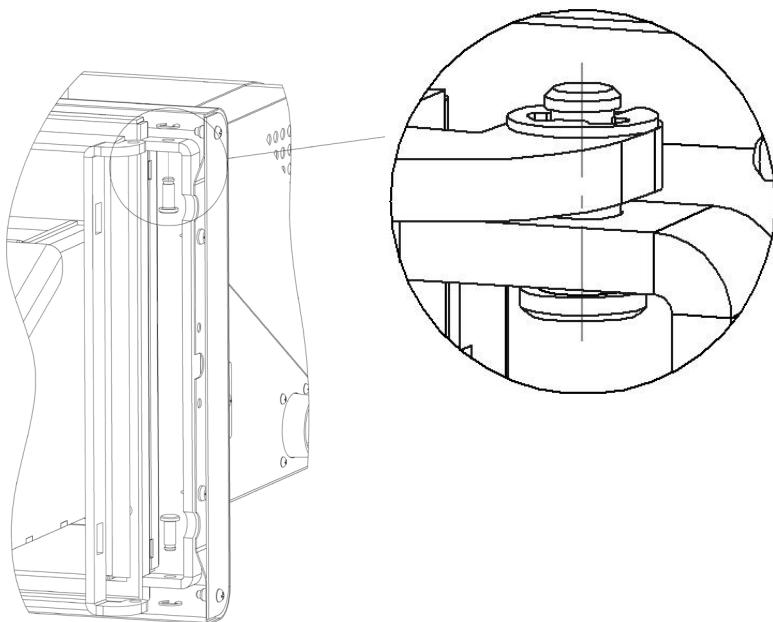

Рисунок 4
Переходник ГПФ представляет собой две металлические сварные конструкции скрепляемые между собой при помощи болтового соединения (рис. 4).
3. Закрепить петлю кронштейн на дверцу горелочного устройства при помощи оси и стопорного кольца см. рис. 4.